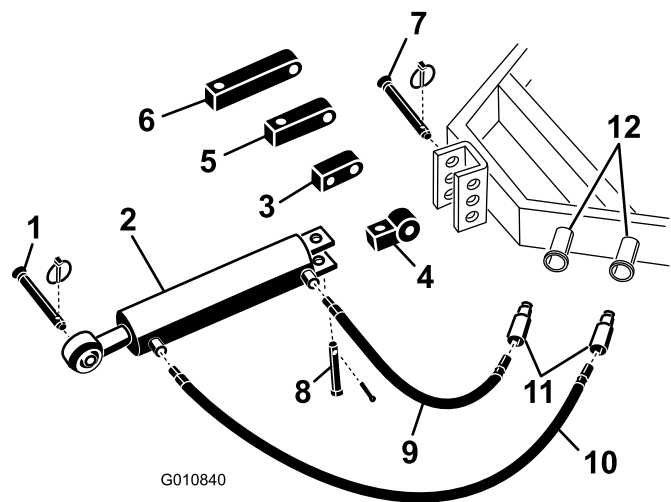

Figure 5
1. Fixez le côté 'embout d'accouplement du bras d'attelage hydraulique supérieur au groupe de déplacement au moyen des goupilles fournies avec le groupe de déplacement (Figure 5).
**Remarque:** S'il est nécessaire de monter le vérin hydraulique avec les orifices en haut, utilisez le bloc de rotation à la place du bloc de montage standard pour repositionner le vérin (Figure 5). Vous pouvez utiliser un raccord hydraulique à 90° à la place du bloc de rotation (les raccords de 90° ne sont pas fournis).
- A. Retirez la goupille cylindrique et l'axe qui fixent l'embout d'accouplement standard au vérin (Figure 5). Déposez l'embout d'accouplement du vérin.
- B. Montez le bloc de rotation sur le vérin avec les goupilles retirées précédemment (Figure 5).
2. Raccordez le long flexible hydraulique (106 cm) à l'orifice du bras d'attelage hydraulique supérieur le plus proche de l'aérateur (Figure 5). Appliquez du ruban ou du mastic d'étanchéité sur les filetages des flexibles pour prévenir les fuites.
3. Raccordez le flexible hydraulique court (78 cm) à l'orifice du bras d'attelage hydraulique supérieur le plus proche du groupe de déplacement (Figure 5). Appliquez du ruban ou du mastic d'étanchéité sur les filetages des flexibles pour prévenir les fuites.
Si le vérin hydraulique n'atteint pas le support de montage de l'aérateur, utilisez un bloc d'extension au lieu du bloc de montage standard pour accoupler le vérin au groupe de déplacement (Figure 5).
- Retirez la goupille cylindrique et l'axe qui fixent l'embout d'accouplement standard au vérin (Figure 5). Déposez l'embout d'accouplement du vérin.
- Montez le bloc d'extension de la longueur voulue sur le vérin avec les goupilles retirées précédemment (Figure 5).